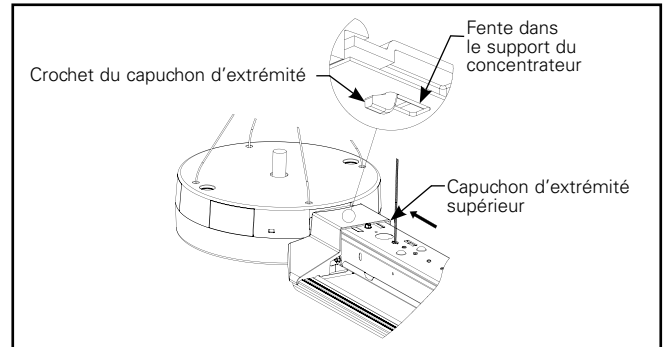

Figure 12.2.
- B. Faites glisser le capuchon d'extrémité vers le concentrateur pour l'accrocher dans la fente intégrée du support du concentrateur (figure 12.2).